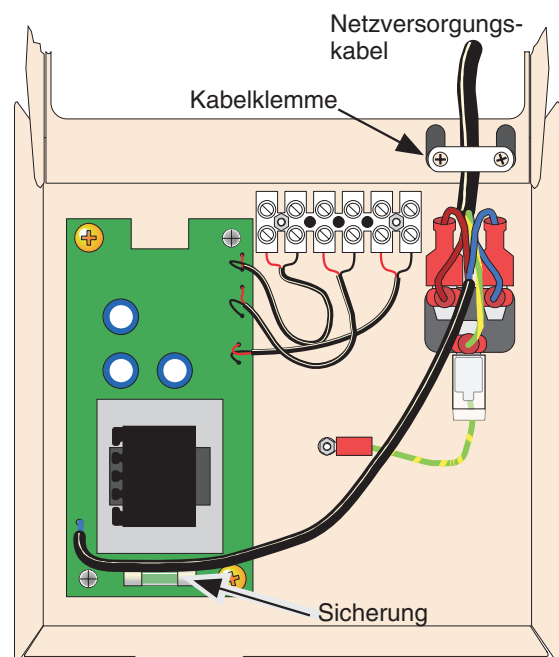

Abb. 15.2.2b Innenseite Klemmenabdeckung
3. Nehmen Sie den Klemmdeckel ab, um an die Platinenbaugruppe zu gelangen (Bild 15.2.2b).